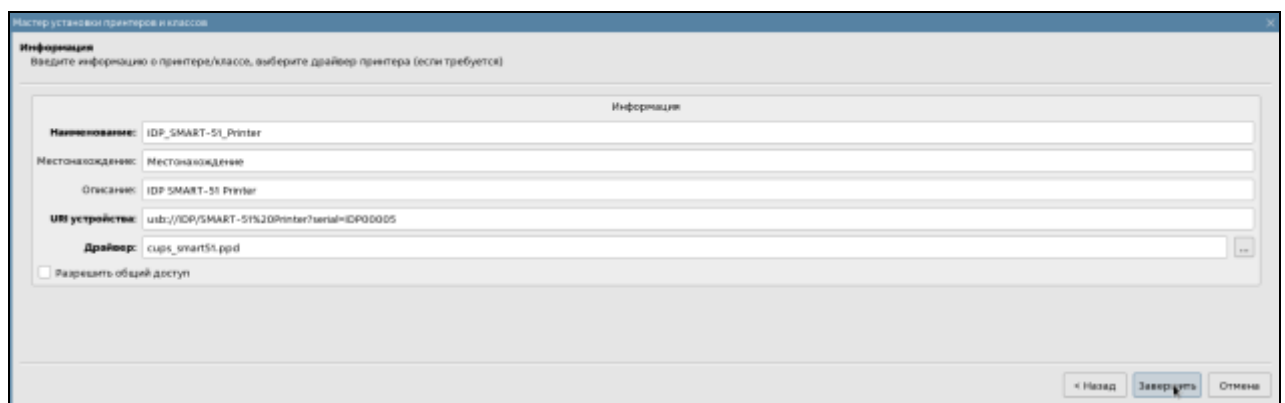

Рисунок 7 — Мастер установки принтера. Завершение настроек установки драйвера
8) На странице **Информация** нажать на кнопку [Завершить] (Рисунок 7) и дождаться окончания процесса установки драйвера принтера;